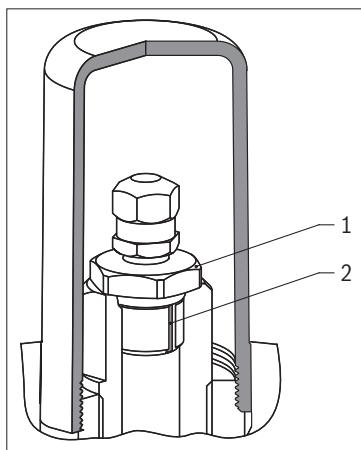

Abb. 13: Entlastungsnut
- ▶ Lösen Sie den Gasventileinsatz, siehe Abb. 13, Pos. 1, langsam mit einem Gabelschlüssel SW 17, bis über die Entlastungsnut, siehe Abb. 13, Pos. 2, im Gewinde des Gasventileinsatzes der Restdruck hörbar abblässt.